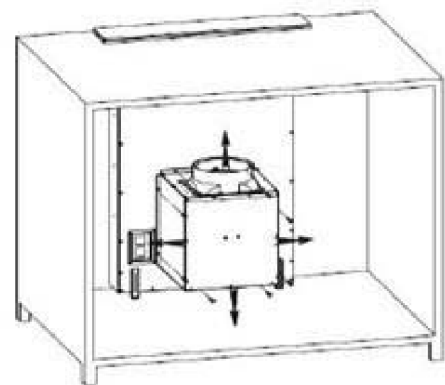

Abb. 4
3. Verbinden Sie das Gehäuse und die Abzugshaube mit acht Schrauben M10*10. Die Abzugsrichtung geht nach oben, unten, links oder rechts und kann je nach Beschaffenheit des Einbauschranks gewählt werden. (Siehe Abb. 4)